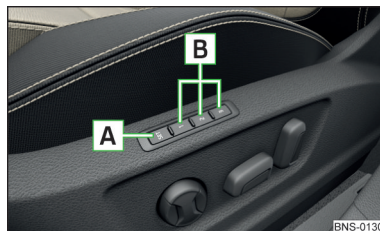

Fig. 85
La touche mémoire **B** sur le siège du conducteur ou du passager permet d'enregistrer le réglage de la position du siège du conducteur et du rétroviseur extérieur. » fig. 85.
- ▶ Maintenir la touche SET **A** » fig. 85 et enfoncer la touche mémoire **B** souhaitée simultanément dans un délai de 10 s. L'enregistrement est confirmé par un signal sonore.
- ▶ Mettez le contact et appuyez sur la touche de mémorisation **B** » fig. 85 souhaitée.